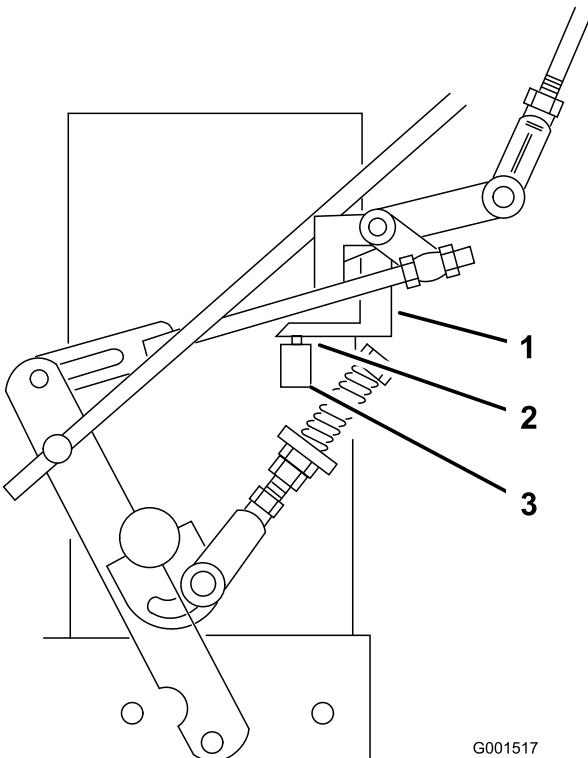

Figure 36
7. Le contacteur de sécurité doit être enfoncé et un espace de 8 mm (5/16 po) doit exister entre la languette d'actionnement et le contacteur (Figure 36).
8. Au besoin, ajuster la position du contacteur pour obtenir un espace de 8 mm (5/16 po) (Figure 36).